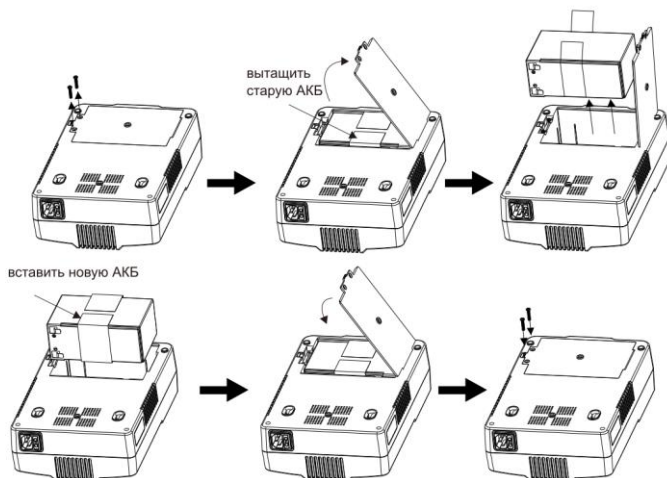

Рисунок 3 — Замена АКБ.
- отсек со встроенной аккумуляторной батареей, с возможностью ее быстрой замены (см. рисунок 3);
При горизонтальном размещении изделие можно установить на любую плоскую поверхность (стол, стеллаж и т. п.). При вертикальном размещении необходимо подготовить места крепления в соответствии с расположением крепёжных отверстий на задней стенке корпуса изделия, (см. рисунок 3) крепёж в комплект поставки не входит).
Замена АКБ выполняется в следующей последовательности (см. рисунок 3):
2. Выкрутите винты и откройте крышку аккумуляторного отсека (см. рисунок 3).